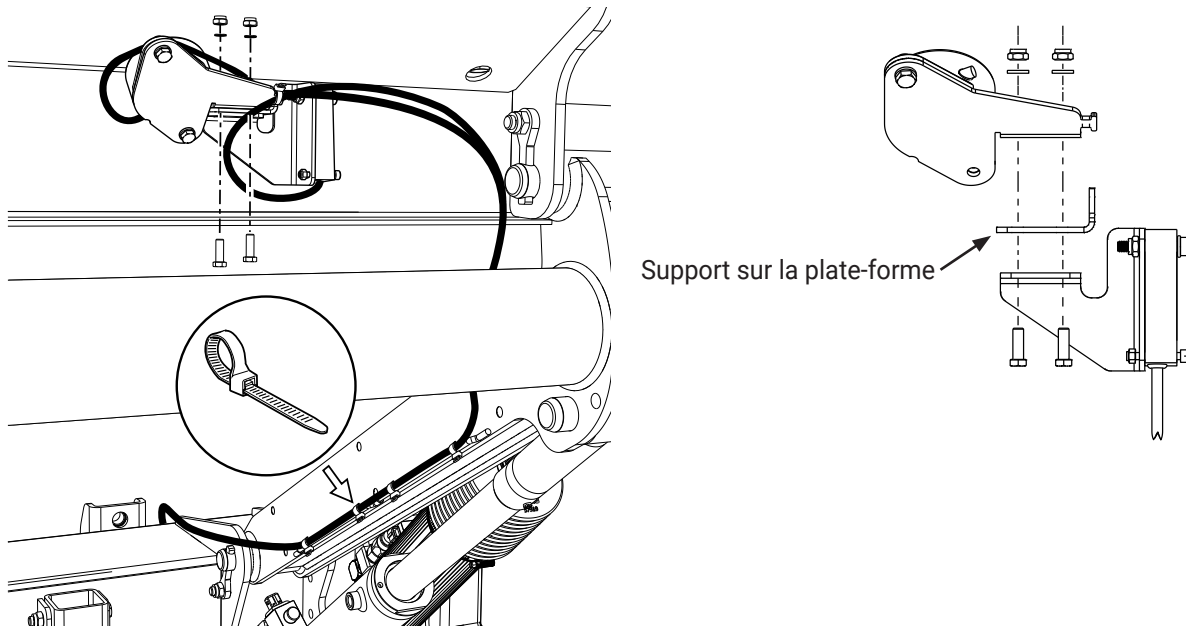

Figure 54. Capteur d'angle de montage pour ouverture / fermeture automatique
1. Monter le capteur angulaire sur la plate-forme, utiliser les vis, écrous et rondelles fournis et fixer le câble avec des attaches de câble, voir Figure 54